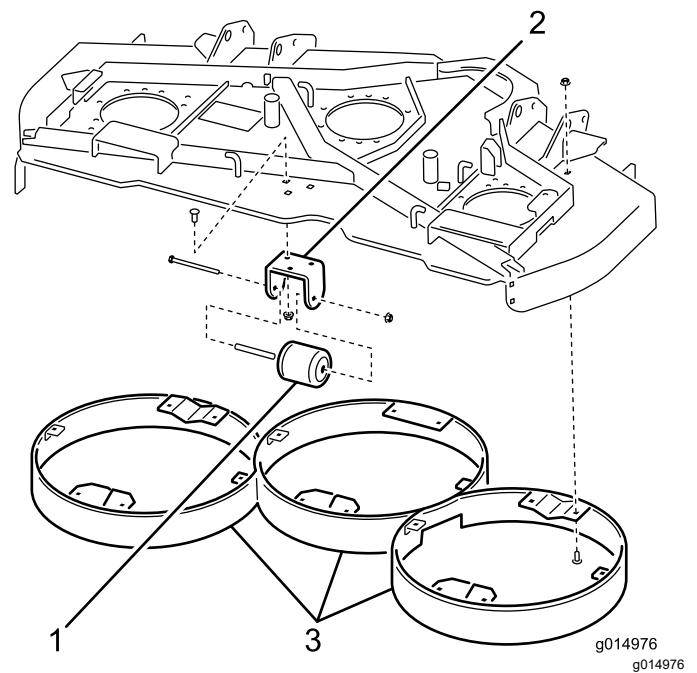

Figura 1
3. Retire a porca, parafuso e espaçador que prendem o rolo da plataforma ao suporte de montagem e retire o rolo (Figura 1).
4. Remova os parafusos da carroçaria e porcas que prendem o suporte de montagem do rolo ao lado inferior da plataforma do cortador e retire o suporte (Figura 1).
5. Remova os parafusos da carroçaria e porcas que prendem os abafadores central, esquerdo e direito ao lado inferior da plataforma do cortador e retire os abafadores (Figura 1).